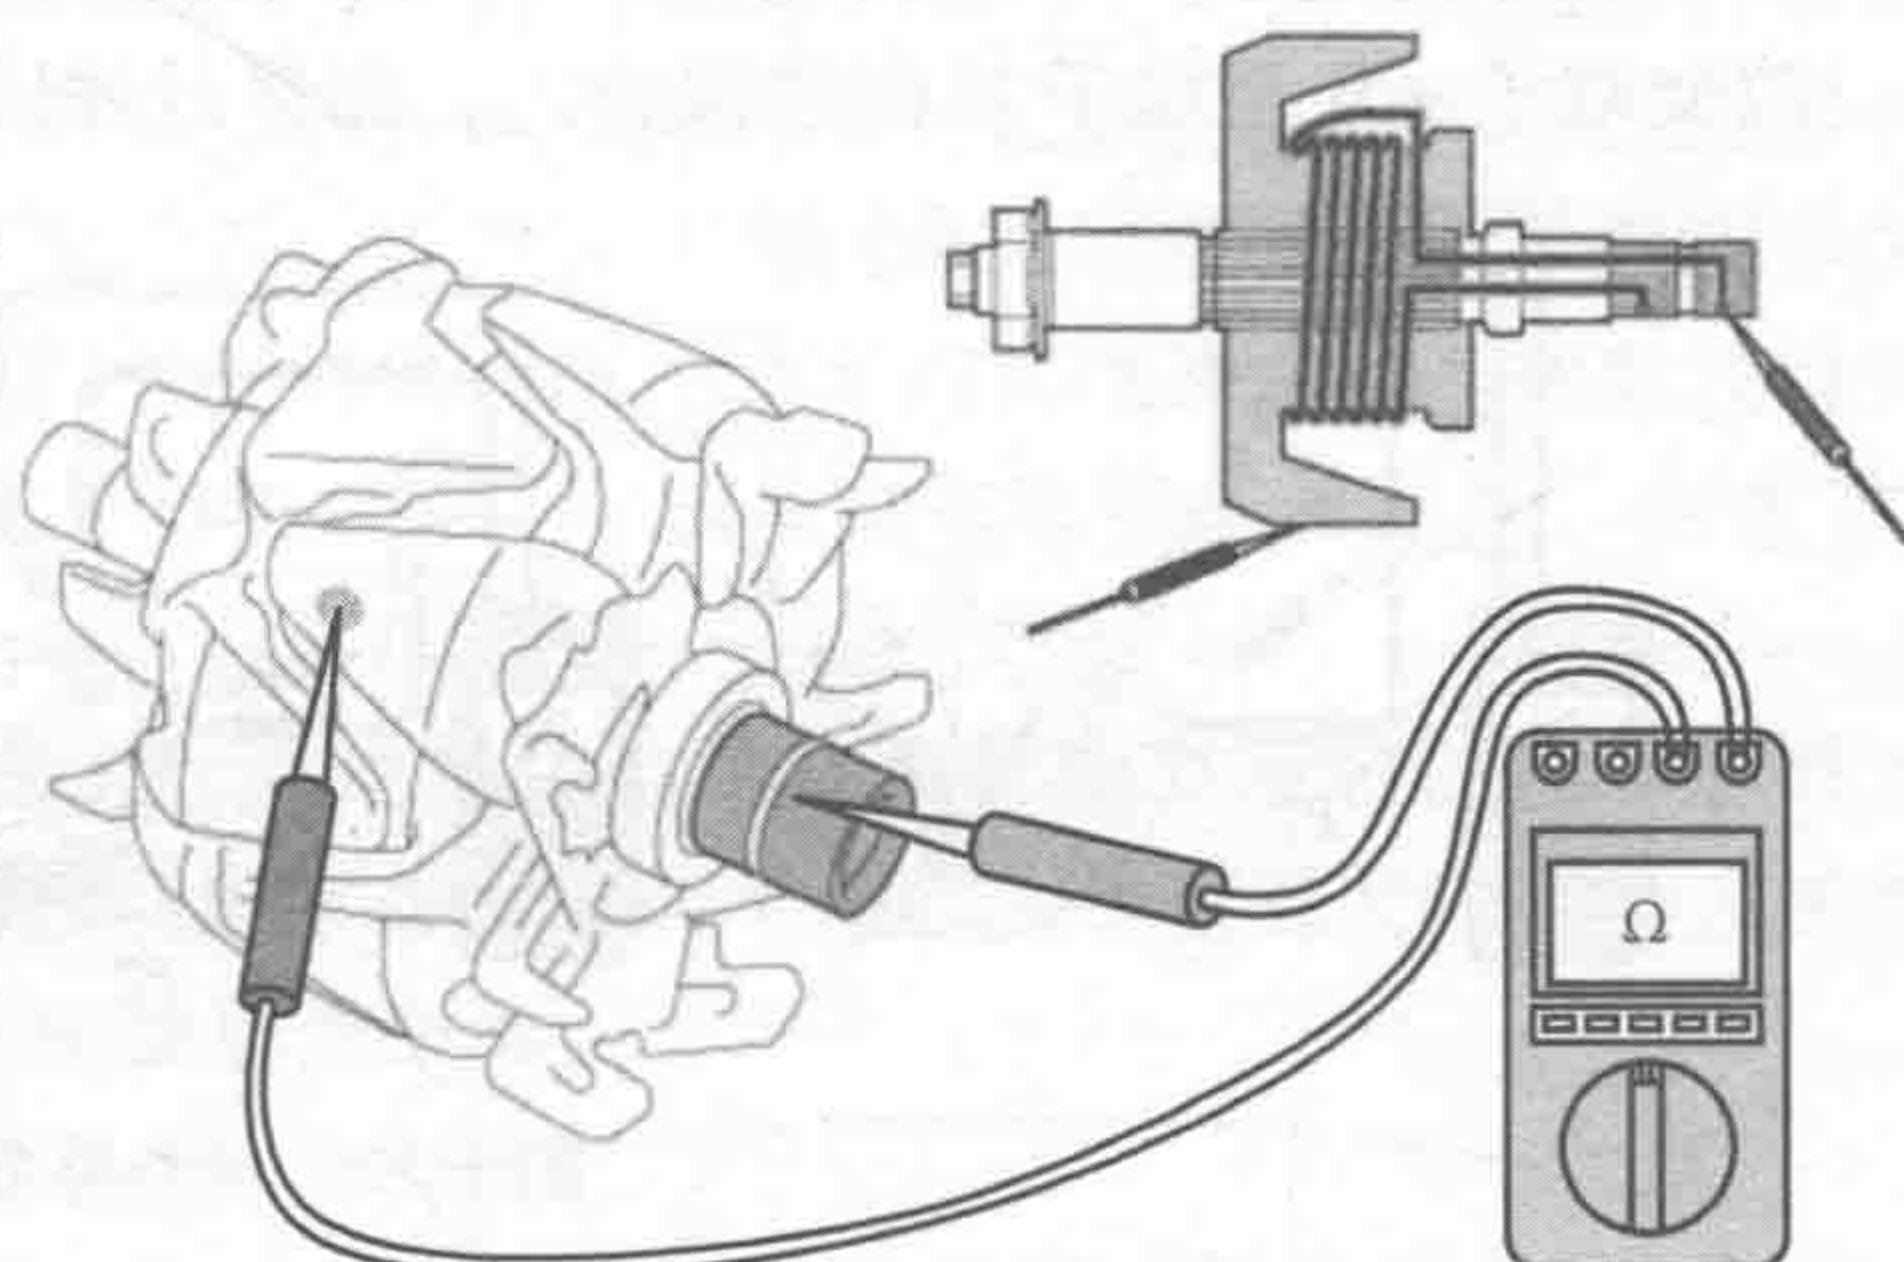

图 1-18 检查集电环和转子之间的绝缘性
4) 检查集电环和转子之间的绝缘：如图 1-18 所示，用万用表检查集电环和转子之间的绝缘。如果发现在绝缘或导通方面存在问题，应更换转子。